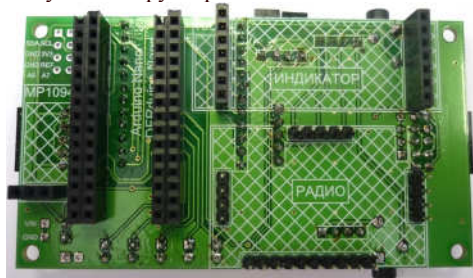

Рис. 1 Плата базовая
2. Найдите **базовую плату** (рис.1). Чтобы получился радиоприемник, на нее нужно установить остальные модули конструктора.